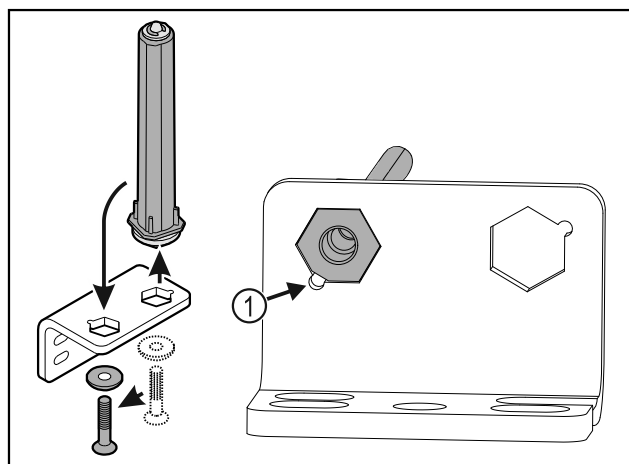

Fig. 22
- Darauf achten, dass beim Einsetzen die Bolzenabschrägung Fig. 22 (1) zum runden Loch zeigt.